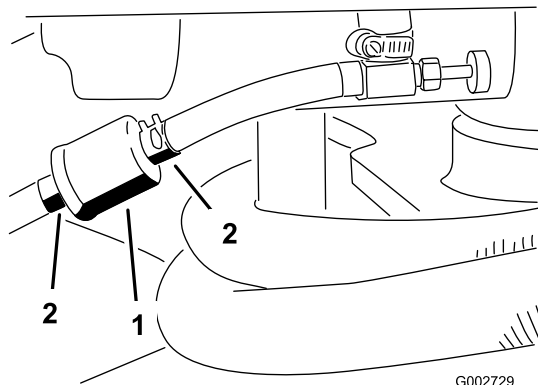

Figura 28
1. Chiudete la valvola di intercettazione del carburante, allentate la fascetta stringitubo dal lato carburatore e togliete il tubo di alimentazione dal filtro (Figura 28).